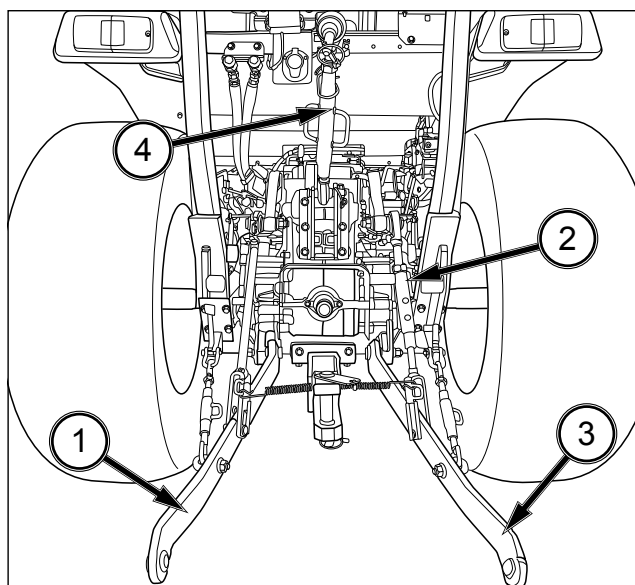

FIG. 63
FIG. 63 : Faites glisser l'extrémité sphérique du bras inférieur gauche (1) sur la goupille de l'équipement et fixez avec une cheville. Ajustez la hauteur du bras inférieur droit à l'aide du tendeur (2). Attachez et fixez le bras inférieur droit (3) sur l'équipement avec une cheville. Attachez le bras supérieur (4) en haut du châssis d'attelage de l'équipement en utilisant la goupille fournie avec le tracteur. Faites tourner le manchon central du bras supérieur pour l'allonger ou le raccourcir et réglez le niveau de l'équipement de l'avant vers l'arrière. Une fois l'équipement attaché, vous pouvez régler sa hauteur de fonctionnement en utilisant les tendeurs des tiges de levage et des bras supérieurs. Vérifiez que tous les réglages sont bien serrés ou fixés.